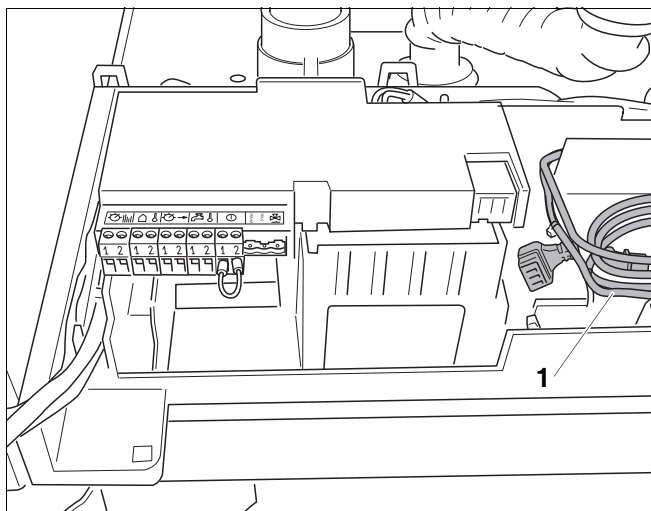
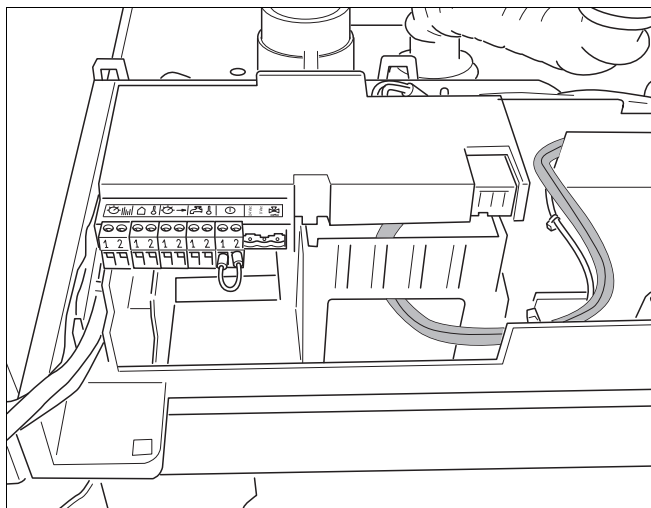

Fig. 26 Aansluitkabels van de pomp
Fig. 27 Aansluitkabels van de pomp
- Rol de 230 VAC-aansluitkabel (→ fig. 26 en 27) als de tachokabel (dit is de extra kabel voor het aansturen van een modulerende pomp; [1]) uit en voer deze door het cv-toestel naar buiten (→ fig. 27).